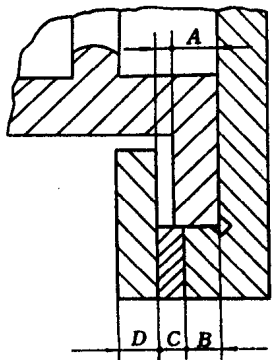

图 10-8
8. 如图10-8所示矩形导轨, 要求导轨与压板 D 之间的间隙为 $\Delta = 0.02 \sim 0.08 \text{mm}$ 。设 $A = 50^{+0.02}$, $B = 45^{+0.02}$, $D = 40^{+0.02}$, 用完全互换法确定垫片 C 的极限尺寸 (并作尺寸链简图)